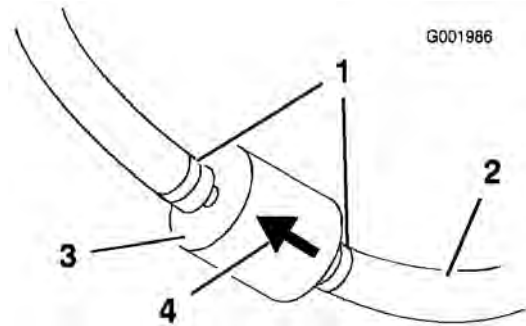

図 49
5. 古いフィルタのクランプをゆるめて脇に寄せる(図 49)。